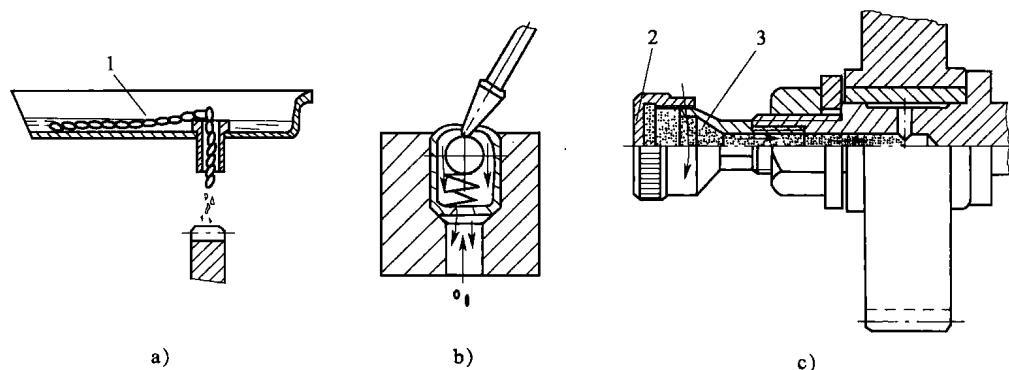

图 1—1—8 车床润滑的几种形式
- (1) 浇油润滑 常用于外露的滑动表面，如床身导轨面和滑板导轨面等。
- (2) 溅油润滑 常用于密闭的箱体中。如车床主轴箱中转动的齿轮将箱底的润滑油溅射到箱体上部的油槽中，然后经槽内油孔流到各润滑点进行润滑。
- (3) 油绳导油润滑 常用于进给箱和溜板箱的油池中。利用毛线既易吸油又易渗油的特性，通过毛线把油引入润滑点，间断地滴油润滑，如图 1—1—8a 所示。